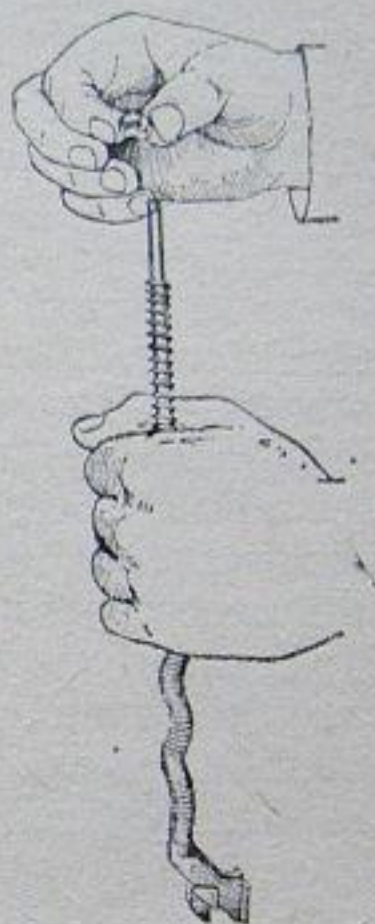

Рис. 11. Отделение муфты возвратного механизма
3) Разобрать возвратный механизм. Взять возвратный механизм в левую руку, поставить направляющий стержень вертикально пяткой книзу на стол или упор, сжать возвратную пружину вниз, правой рукой развести концы подвижного стержня и отделить муфту (рис. 11); снять пружину с направляющего стержня, отделить подвижный стержень от направляющего стержня.